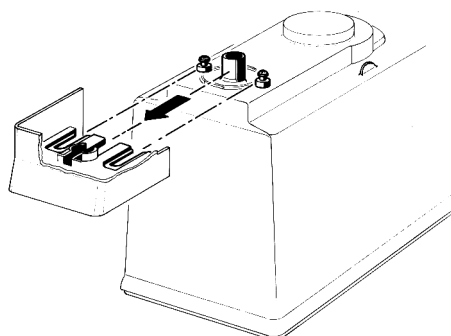

figure 7
Enlever le corps du robinet de réservoir (voir figure 7).
- 1 - Raccrocher le corps du robinet au réservoir avec des opérations inverses aux précédentes DESCRITTE au chapitre 5.3.2.2. LIGNES BS AVEC ROBINET EN INOX À GRAVITÉ (voir figure 7).